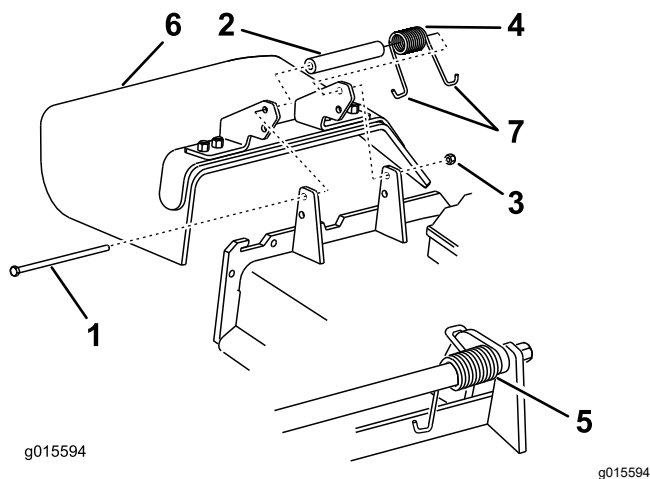

Bild 88
1. Entfernen Sie die Sicherungsmutter, Schraube, Feder und das Distanzstück, mit denen das Ablenkblech an den Schwenkhalterungen befestigt ist (Bild 88).
2. Entfernen Sie defekte oder abgenutzte Ablenkbleche (Bild 88).
- Hinweis:** Achten Sie darauf, dass ein J-förmiges Federende hinter der Mähwerkkante befestigt ist, bevor Sie die Schraube einsetzen, wie in Bild 88 abgebildet.
- Führen Sie das J-förmige Hakenende der Feder um das Ablenkblech (Bild 88).